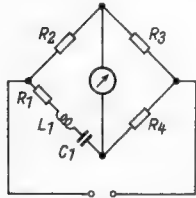
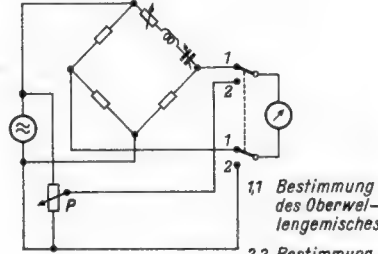

Bild 4. Resonanzmeßbrücke
Bild 5. Klirrfaktormeßbrücke
a) Ausführung (Bild 4)
Ausführung der Klirrfaktormessung (Bild 5)
Die Frequenzmeßbrücke (entweder eine Wien-Robinson- oder eine Resonanz-Brücke nach Bild 4) wird auf die Grundwelle abgeglichen. Im Nullzweig wird der Effektivwert der Oberwellen mit einem quadratisch anzeigenden Meßinstrument (Röhrenvoltmeter) bestimmt. Wird nun das Potentiometer P in Bild 5 so eingeregelt, daß sich in den beiden Schalterstellungen 1 und 2 gleiche Ausschläge ergeben, so kann bei entsprechender Eichung von P direkt der Klirrfaktor abgelesen werden.
Die in Bild 5 besprochene Schaltung wird nicht allgemein angewendet. So benutzt man normalerweise zur Bestimmung des von einer Röhre verursachten Klirrfaktors eine Kompensationsmethode. Hierbei entfällt eine Frequenzabstimmung. Voraussetzung ist aber, daß die Eingangsspannung (Meßspannung) sinusförmig, also unverzerrt ist. Bei diesem Verfahren wird keine „Frequenzbrücke“ verwendet. Die Schaltung wird jedoch hier der Vollständigkeit halber ebenfalls aufgeführt.
$$\mathfrak{G}_1 = G_{el} + j\omega (C_{el} + C_{gk} + C_{F1}) \text{ (vgl. Bild 4)}$$